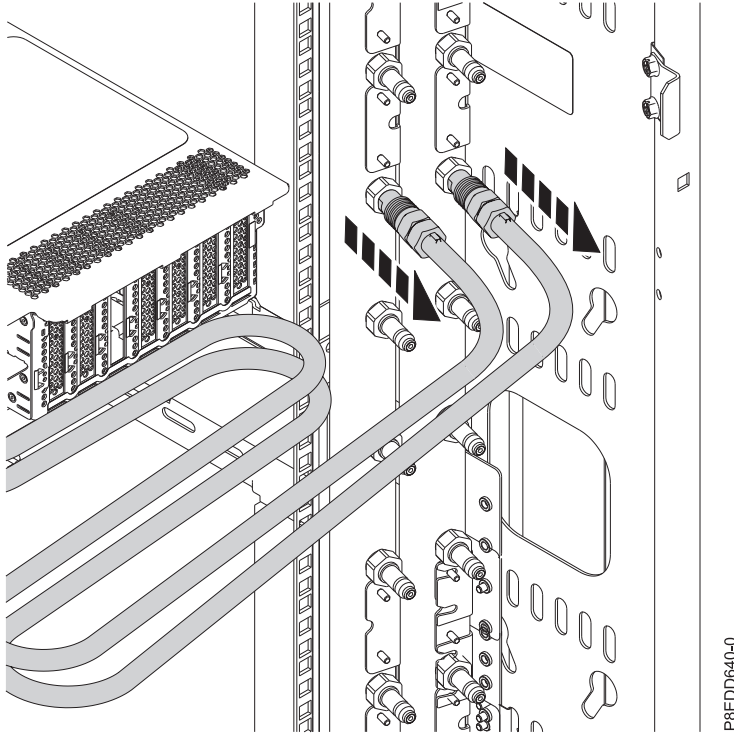

Figura 205. Desconexión de las mangueras de agua
8. Etiquete y desconecte las mangueras de agua en el colector para cada servidor en el bastidor. Tire del enganche hacia usted para desconectar las mangueras de agua, como se muestra en la Figura 205 en la página 183.